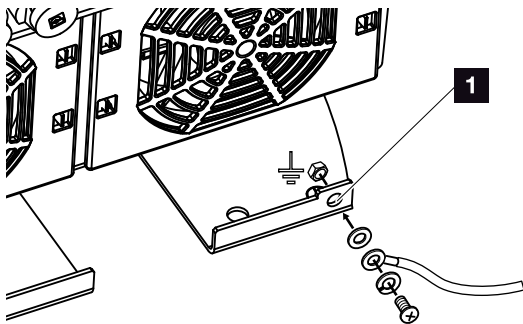

Bild 25: Landsspecifik utvändig PE-anlutning
11. I länder där en andra PE-anlutning föreskrivs ska du ansluta denna på markerad plats på höljet (utvändigt). **[Z] Bild 25, Pos. 1**